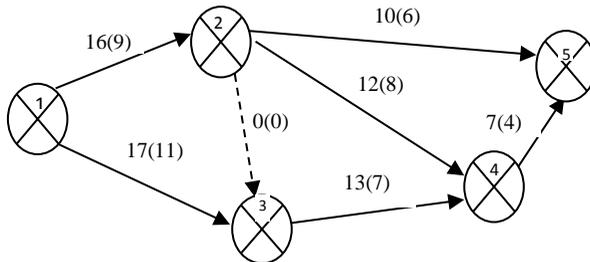

Рис. 3.28. Сетевой график выполнения комплекса работ
1. Комплекс работ представлен сетевым графиком (рис. 3.28).